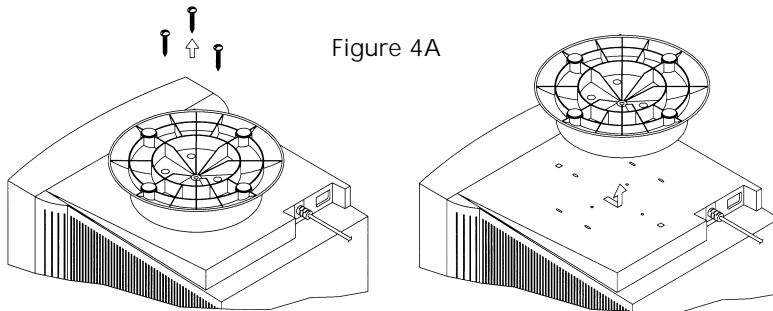

Figure 4A
Étape 2 À l'aide d'un tournevis à empreinte cruciforme, retirer les trois vis retenant la base d'origine au moniteur. Retirer la base en la faisant glisser et en la soulevant comme illustré à la Figure 4A. Conserver ces vis pour utilisation aux étapes 6 et 7. Conserver la base d'origine en vue d'une éventuelle utilisation future.